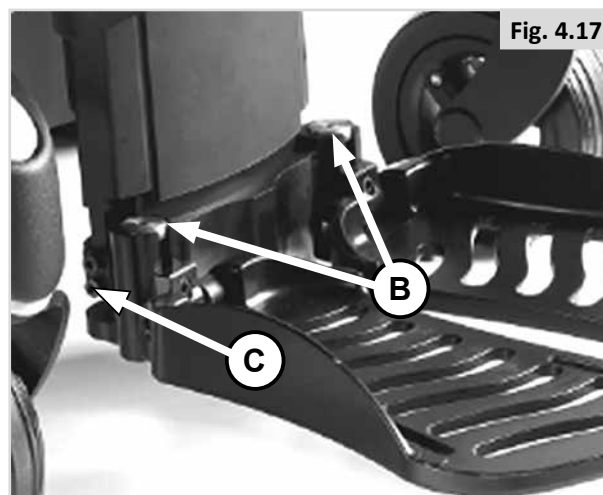

Fig. 4.17
4.6.1 Vooraf instellen van de onderbeenlengte (Fig. 4.17):
- Draai de bouten (2x bouten onderzijde) los en verwijder ze van beide zijden van de voetplaat. (C).
- Draai de bouten aan (2x bouten onderzijde). (C).